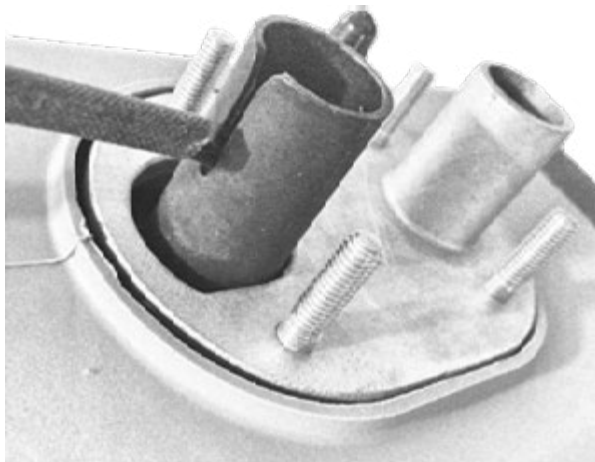

Fig. 40
- Enderece los cables (dos hilos negros de 0,6 mm² con manguera de protección) y guíelos a través de la ranura longitudinal de la tobera de entrada de combustible (fig. 40.).